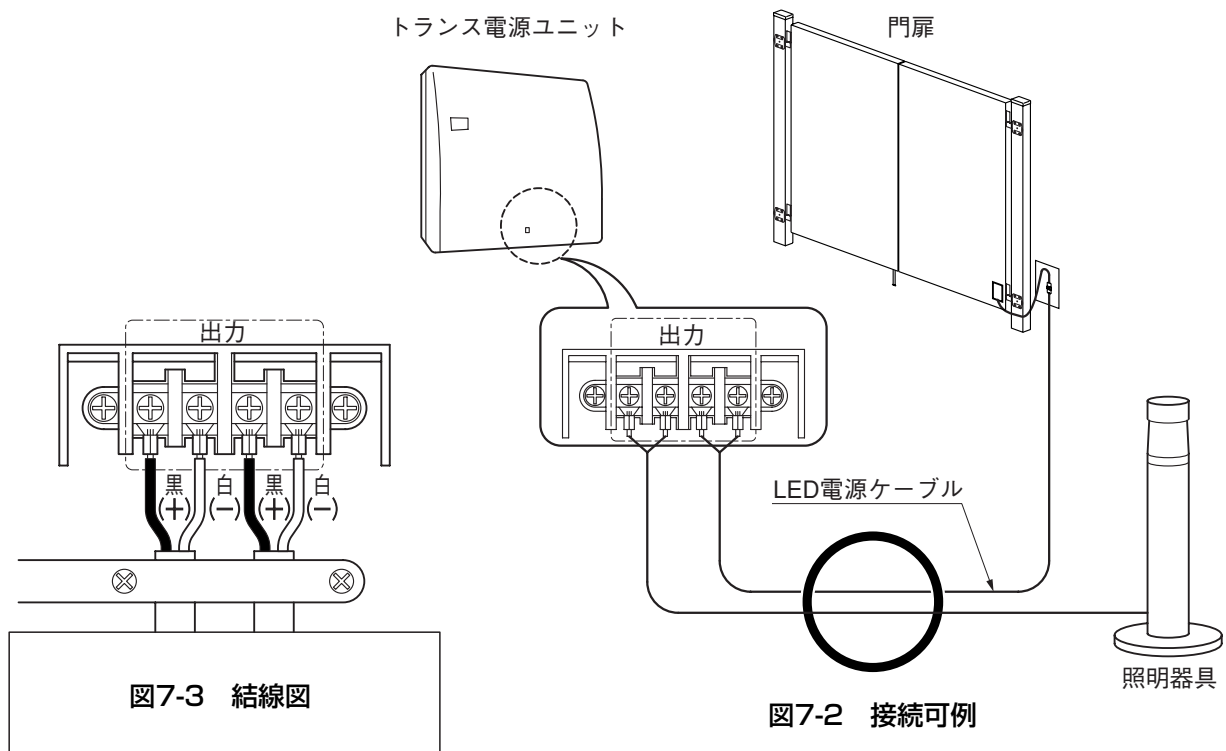

図7-2 接続可例
❶ LED電源ケーブルをトランス電源ユニットに接続してください。(図7-2,図7-3参照)